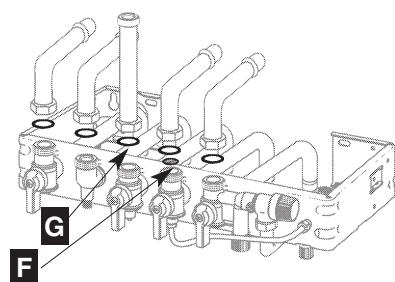

Abb.11
- die verschiedenen Gasdichtungen anbringen G (Gummi), dann den Wasserfilter F auf der Kaltwasserzufuhr anbringen und die Anschlussrohre am Gasrohr beginnend festschrauben (Abb. 11)